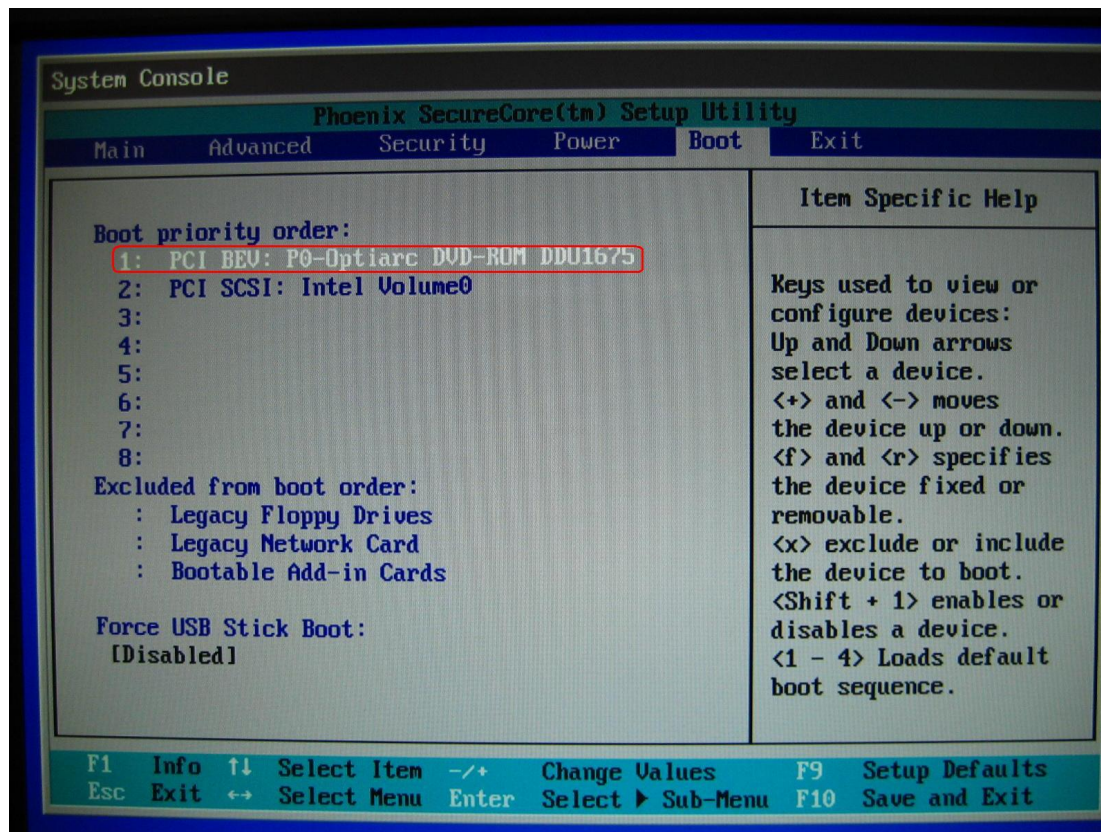
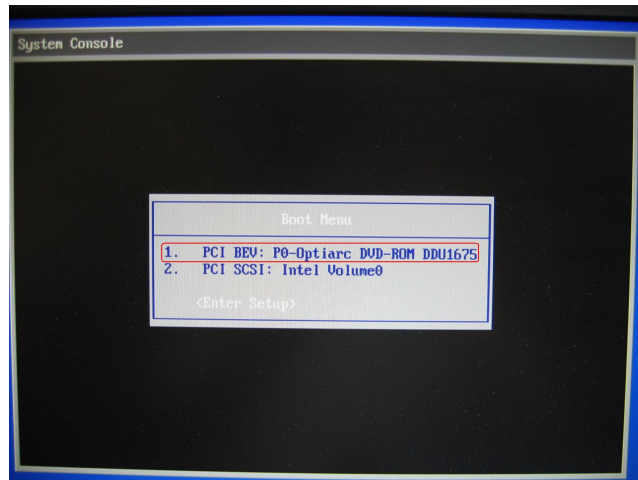

图 11
图 12
(A) 在 BIOS 中设置光驱启动，如图 11 所示；或在系统开机自检时按下 F12，在 Boot Menu 中选择光驱启动，如图 12 所示。